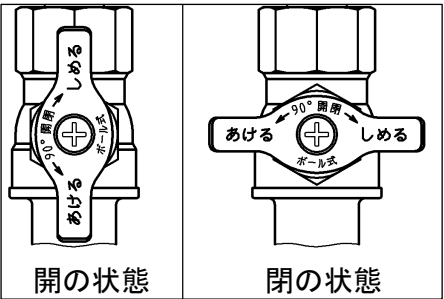

図 5
- ① ボール止水栓のハンドルを反時計回りに 90° 回すと開栓します。ハンドルの向きは、流水方向と同軸上になります。（図 5 参照）
- ② ハンドルを時計回りに 90° 回すと閉栓します。ハンドルの向きは、流水方向と垂直になります。（図 5 参照）